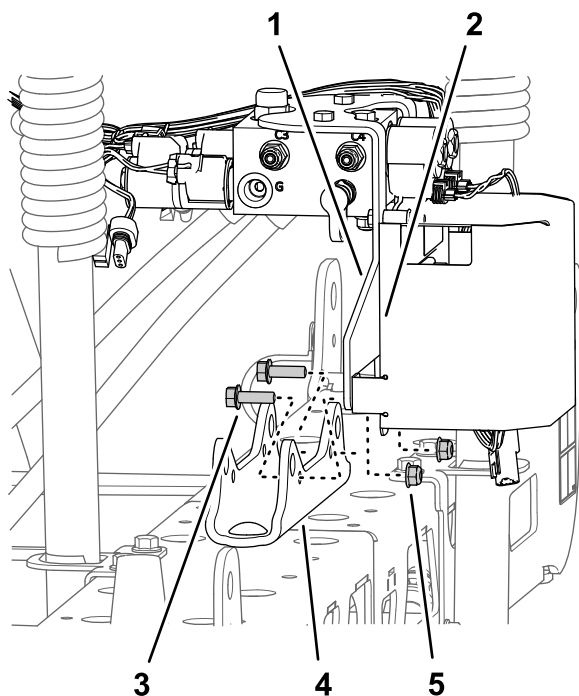

図 44
- オプションのウルトラソニックブームレベリングキットを搭載している車両ブーム昇降マニホールド用サポートブラケットとTECコントロール用ブラケットをシリンダマウントに固定しているフランジロックナット5/16"2個とフランジヘッドボルト5/16 x 1"2本を外して、マウントからマニホールドとブラケット外す 図 44。